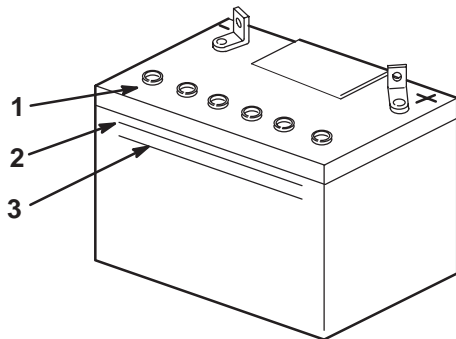

Figure 56
2. Observez le côté de la batterie. Le niveau de l'électrolyte doit atteindre le trait **supérieur** (Fig. 56). Ne laissez pas l'électrolyte descendre en dessous du trait **inférieur** (Fig. 56).
3. Enlevez les bouchons d'aération de la batterie (Fig. 56).
4. Versez lentement de l'eau distillée dans chaque élément jusqu'au trait **supérieur** (Fig. 56) sur le côté de la batterie.
5. Attendez cinq à dix minutes après avoir rempli les éléments. Ajoutez de l'eau distillée au besoin, pour amener le niveau au repère **supérieur** (Fig. 56) sur le côté de la batterie.